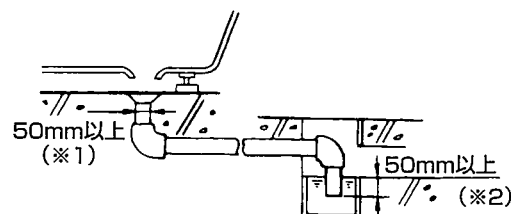

図1
(1) 間接排水の場合は、浴槽の排水口下に径50mm以上の排水管を設けておいてください。(図1 ※1参照)
- 排水配管の途中には下水ガスが浴室内に逆流しないよう必ずトラップ(封水深50mm以上)を設けてください。(図1 ※2参照)